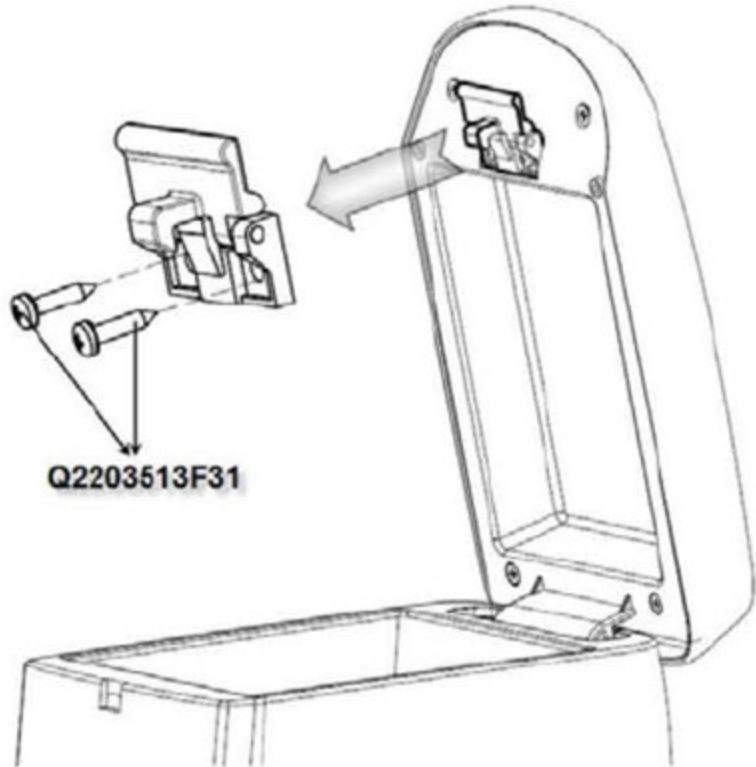

图6-3-2 中央置物盒弹簧开关机构小总成的拆卸
- (1) 摁下中央置物盒弹簧开关机构，打开扶手至直立状态；用十字螺丝刀依次松开固定开关机构的两个螺钉(Q2203513十字槽盘头自攻螺钉和平垫圈组合件)，将开关机构取下。如图6-3-2所示；